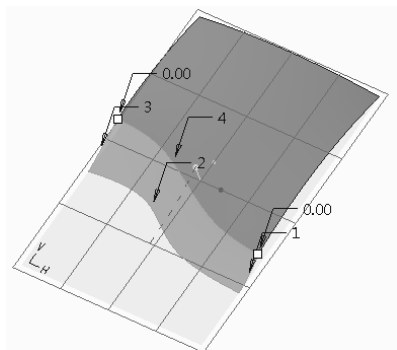

图 7-129 创建边界曲面 2
4) 选择平面曲线 4，按住 <Ctrl> 键并选择自由曲线、平面曲线 5 和平面曲线 6 作为主造型边界，创建的边界曲面 2 如图 7-129 所示。